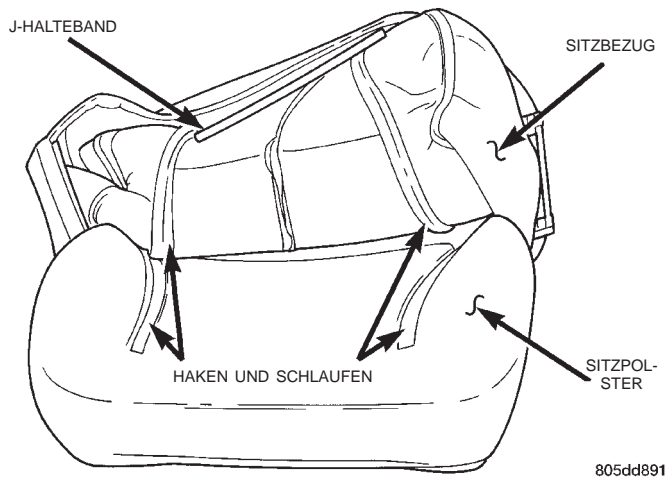

Abb. 6 Sitzbezug
(10) Mit der Hand zwischen Sitzbezug und Sitzpolster greifen und vorsichtig die Haken und Schlaufen lösen (Abb. 6).
(11) Sitzbezug vom Sitzpolster abziehen.